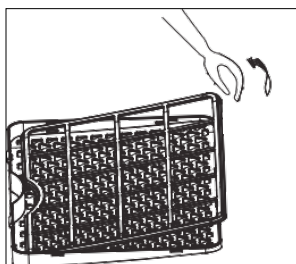

Fig. 2
2. Retire el filtro de aire del soporte (Fig. 2).